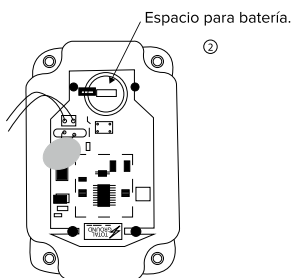
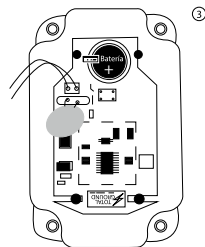

Figura 6.1
Figura 6.2
- 5.- Coloque la nueva batería en la base circular señalada en la ilustración (figura 6.1) con el lado positivo hacia arriba como se observa en la ilustración (figura 6.2); presione hacia abajo hasta que se escuche un clic.